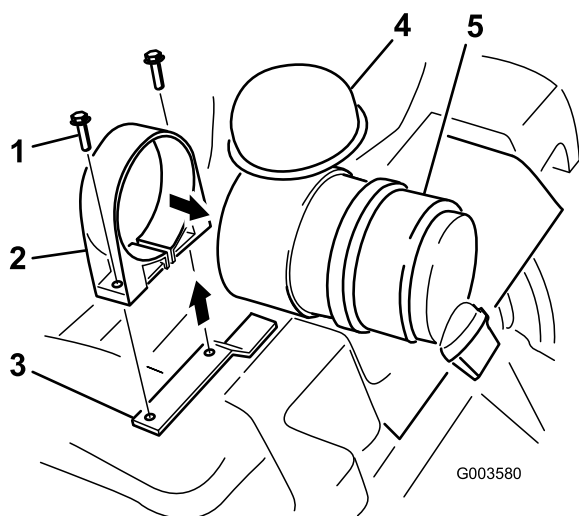

Figura 2
6. Abra a abertura da correia do filtro de ar e empurre-o para a extremidade do recipiente de onde o filtro foi retirado (Figura 2).